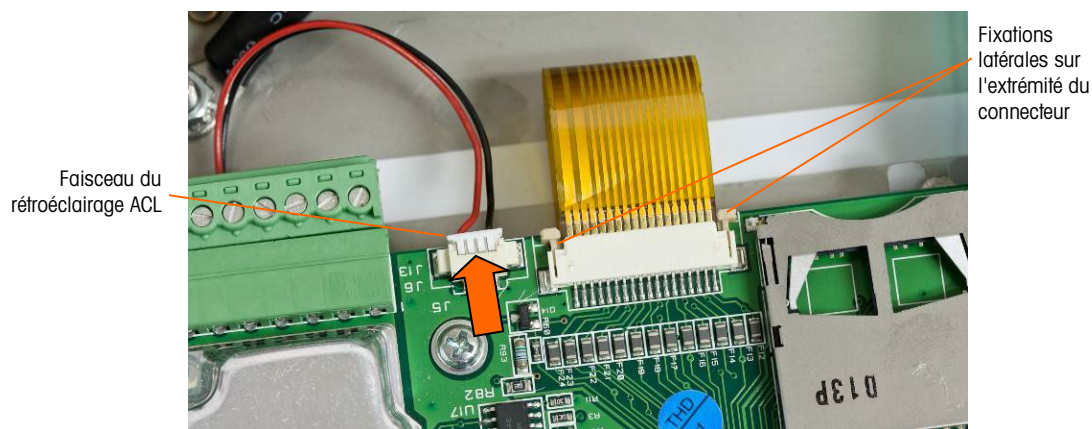

Figure 5-13 : Démontage du faisceau de l'affichage
2. Pour démonter le faisceau de la carte d'affichage, faites glisser avec précaution les deux extrémités en plastique des connecteurs sur la carte principale en les éloignant de son centre (libération de la tension sur le faisceau) et tirez sur le faisceau à partir du connecteur. Ceci est présenté sur la Figure 5-13.
3. Démontez le faisceau du rétroéclairage ACL (aussi présenté sur la Figure 5-13) en le tirant avec précaution hors de la carte par les extrémités gauche et droite du connecteur. Ne tirez pas sur les conducteurs au risque d'endommager le faisceau.